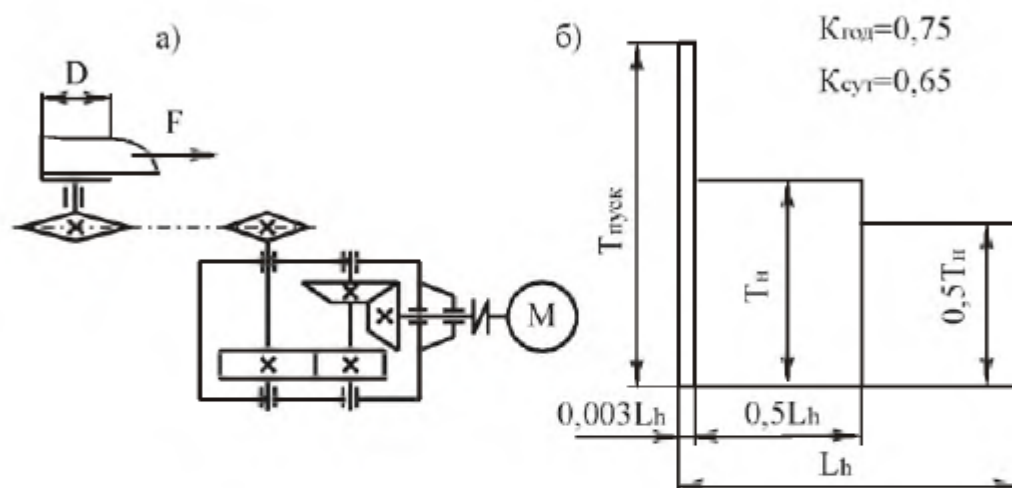

Рис. 6.19. Привод ленточного конвейера:
**Тема 19.** Спроектировать привод ленточного конвейера (рис. 6.19, табл. 6.19). Привод вала барабана ленточного конвейера осуществляется от асинхронного электродвигателя общего машиностроительного применения через двухступенчатый коническо-цилиндрический редуктор и открытую цепную передачу. Входной вал редуктора соединен с валом электродвигателя упругой муфтой.